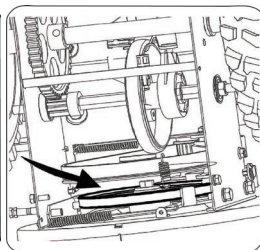

Рис. 5
4. Снимите приводной ремень со шкива и пропустите его между опорным кронштейном и шкивом шнека (Рис. 5).
6. Снимите ремень со шкива шнека и пропустите ремень между опорным кронштейном и шкивом шнека (Рис. 5). Соберите ремень шнека, следуя инструкциям в обратном порядке.